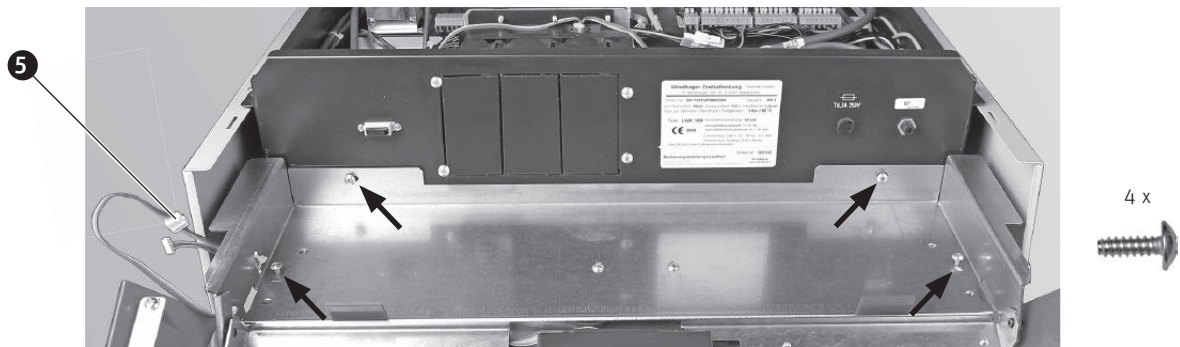

Fig. 82 Fissare il pannello di comando con 4 viti per lamiera, passare il cavo InfoWIN^{PLUS}
- Avvitare appena il pannello di comando alle pareti laterali (2 x) e al quadro di comando (2 X) con viti per lamiera – Fig. 82.
- Raccogliere il cavo InfoWIN^{PLUS} e passarlo nella parete laterale – Fig. 82.